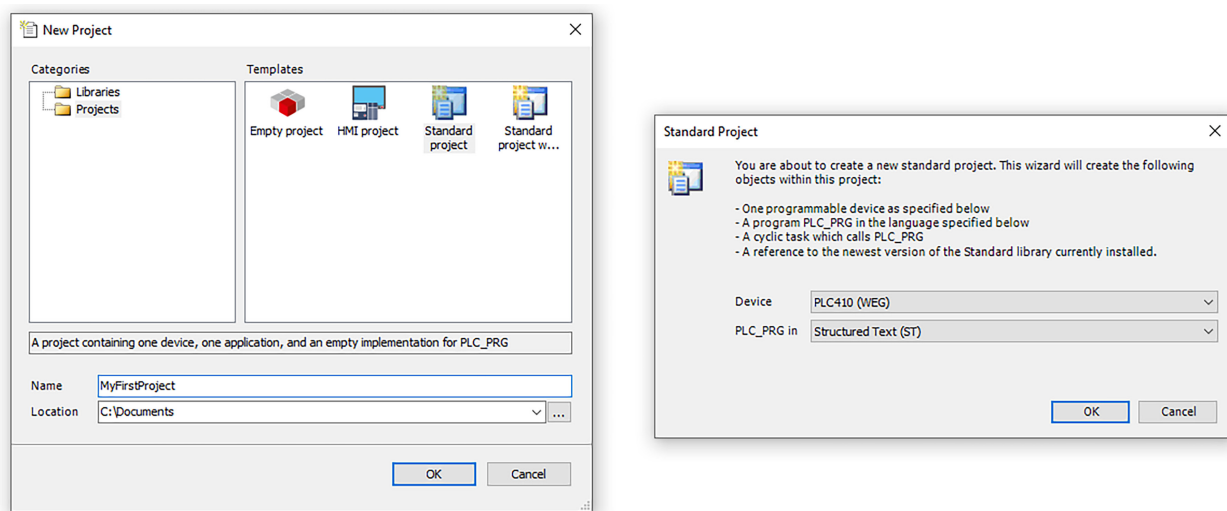

Figura 14.1: Criação de um novo projeto
- 4) Abra o CODESYS e crie um novo projeto em **File > New Project**. Selecione **Standard Project**, defina o nome, o local onde será salvo e pressione **OK**. Na nova janela, selecione o Device **PLC410 (WEG)** e a linguagem de programação desejada, conforme mostra a Figura 14.1 na página 14-2.